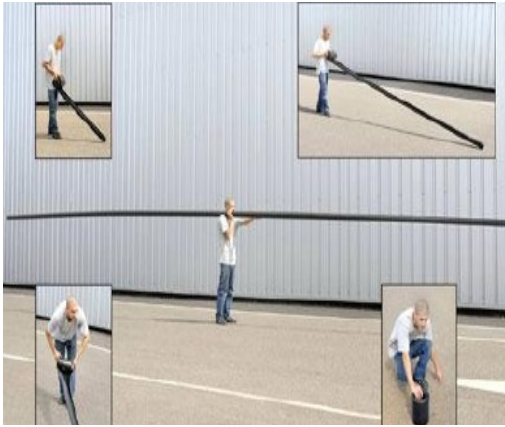
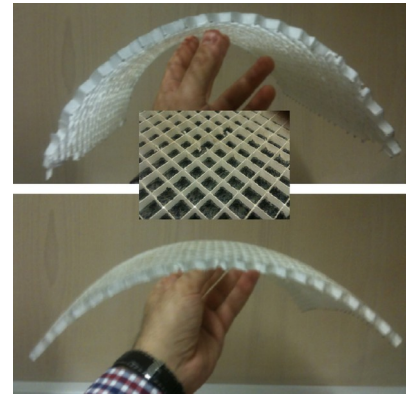

Figure 1. Ruban composite bi-stable (société Rolatube)
Figure 2. Grille bi-stable (Loukaides et Seffen, IJSS 2015)
**Contexte** : Une structure bistable est une structure qui admet deux configurations d'équilibre stables. L'idée est ici d'utiliser cette propriété pour imaginer des concepts innovants de déploiement. Parmi les applications, les mètres rubans bistables sont des structures possédant une configuration enroulée compacte et une configuration déroulée élancée (mât d'observation figure 1, déploiement de structures spatiales). Ce genre de structure possède de plus une cinématique de déploiement bien particulière comme le montre la figure .Les propriétés de bistabilité de coques sont généralement obtenues à l'aide de matériaux composites stratifiés ou de matériaux métalliques précontraints. Mais ces technologies ont des limitations en terme de configurations atteignables (courbures forcément de même signes dans les deux configurations par exemple). Avec les moyens modernes de fabrication (impression 3D), on pense alors à l'utilisation de coques micro-architecturées (figure 2) qui offrent beaucoup plus de possibilités. La question qui se pose alors est de déterminer la microstructure qui mènera aux configurations stables voulues (formes stables désirées).
**Objectif :** L'objectif est d'apporter une preuve de concept, depuis le design jusqu'à la réalisation concrète par impression 3D. Dans un premier temps, on s'intéressera aux coques à courbures constantes (comme les rubans ou la structure de la figure 2). L'idée est alors de se donner un type de coque micro-architecturée paramétrée (de type nids d'abeille par exemple) et d'étudier sous quelles conditions sur les paramètres on observe une propriété de bistabilité. Des critères de tenue mécanique devront être respectés pour s'assurer du comportement de la structure lors du passage d'une configuration à l'autre. Des critères de fabrication devront aussi être pris en compte pour s'assurer de la faisabilité de réalisation concrète. Des essais de validation devront ensuite être menés pour voir si les prédictions du modèle sont en accord avec coques micro-architecturées fabriquées par impression 3D. L'étape d'après serait d'étudier la possibilité de considérer des coques avec des microstructures hétérogènes dans l'objectif d'obtenir des formes de configurations stables complexes.